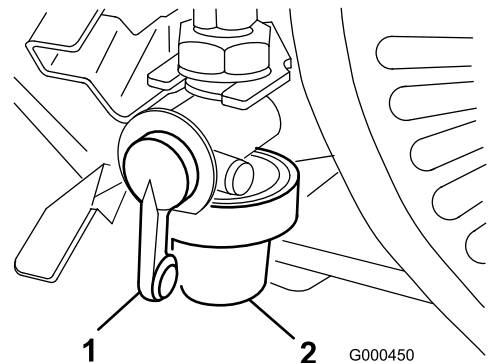

Bild 28
1. Schließen Sie den Kraftstoffhahn und schrauben Sie die Glocke vom Filter ab (Bild 28).